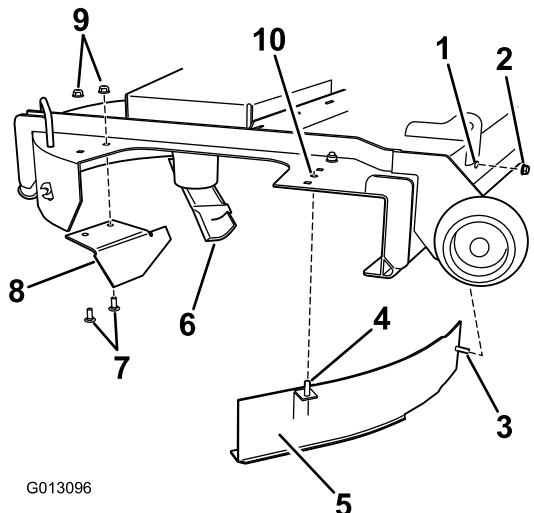
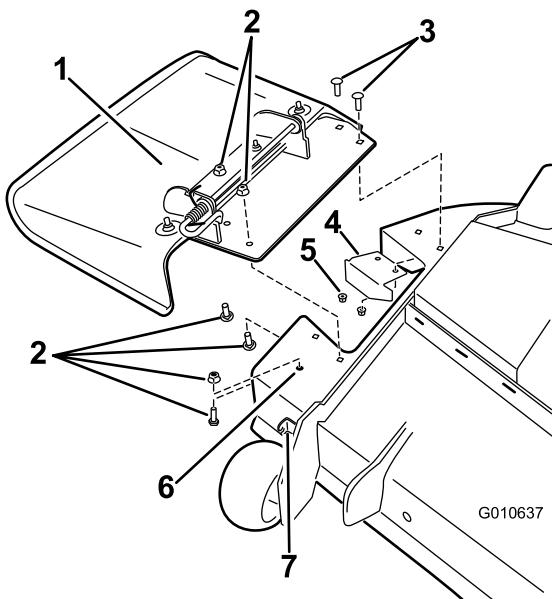
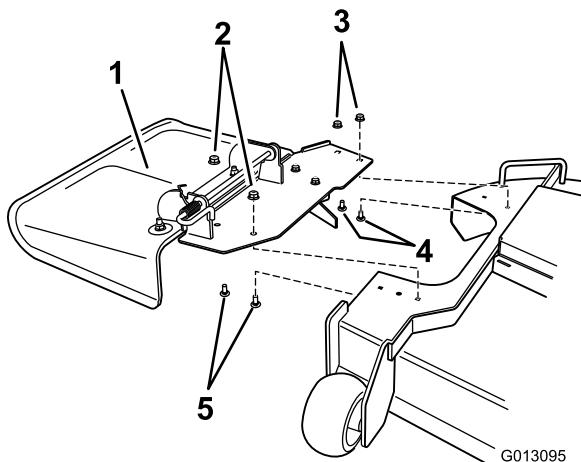

Figure 10
Figure 17
Figure 18
3. Localisez et montez le déflecteur d'ouverture en angle dans les trous arrière du plateau de coupe (Figure 10).
4. Montez le déflecteur courbe sur le plateau de coupe (Figure 10).
3. Posez le déflecteur d'ouverture (Figure 17). Reposez le déflecteur d'ouverture déposé précédemment pour les plateaux de coupe de 60 pouces (Figure 10).
4. Posez le déflecteur (Figure 17 et Figure 18).
5. Pour les plateaux de coupe de 54 pouces uniquement, replacez l'écrou et le boulon dans le trou avant (Figure 17).